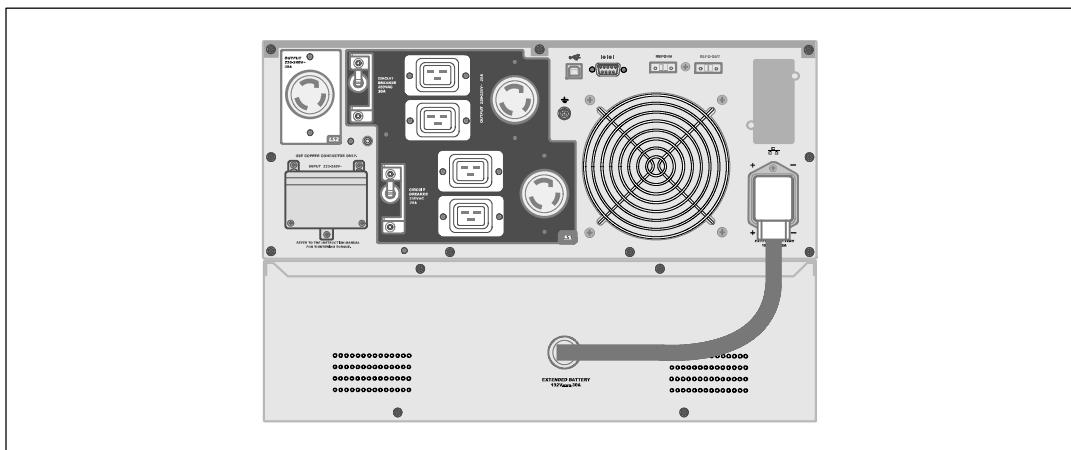

図18. 外付けバッテリーモジュール取り付け方法
- 1 外付けバッテリーモジュールケーブルをUPSバッテリーコネクタへ差し込みます（図18を参照）。